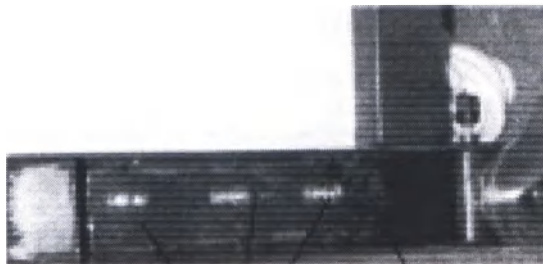

Рисунок 4
7.1.2.2 Закрепить правую и левую опоры винтами М8х16 с пружинными шайбами из комплекта. Стойку собирать в горизонтальном положении (рисунок 4).